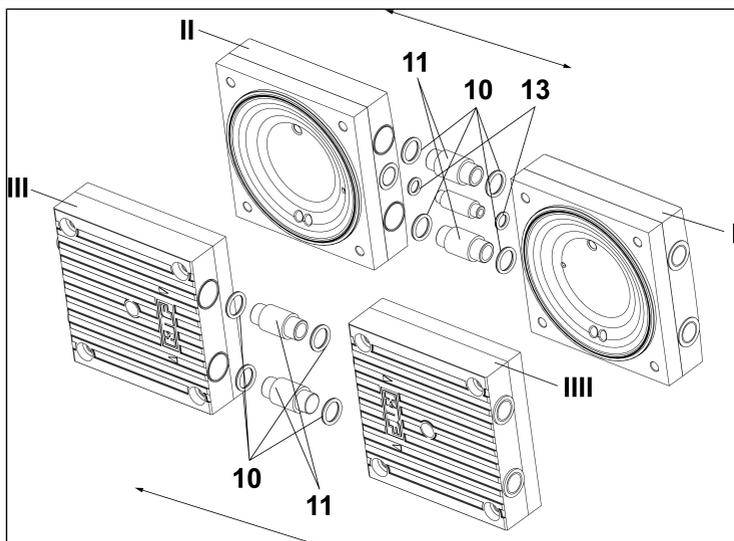

Fig.10: Rimozione degli O-ring e dei tubi di allacciamento
8. Separare le teste 1 (I/Fig. 10) e 2 (II/Fig. 10) e rimuovere gli O-ring (10/Fig. 10) e (13/Fig. 10).
7. Applicare gli O-ring (**10**/Fig. 10) e (**13**/Fig. 10) sull'allacciamento.
8. Premere le teste 1 e 2 (**I** e **II**/Fig. 10) assieme.